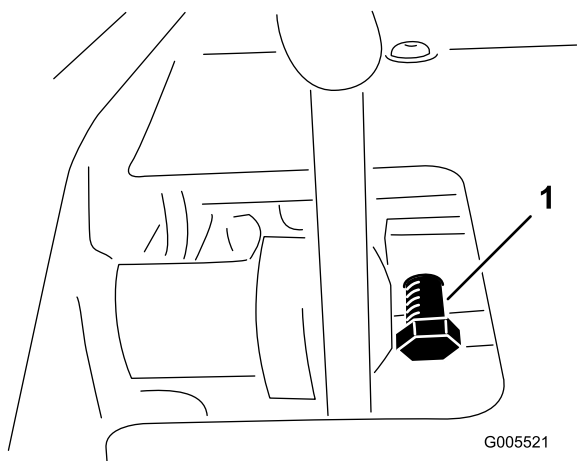

Figura 55
1. Liberte a porca de segurança do parafuso de bloqueio do pedal (Figura 55).